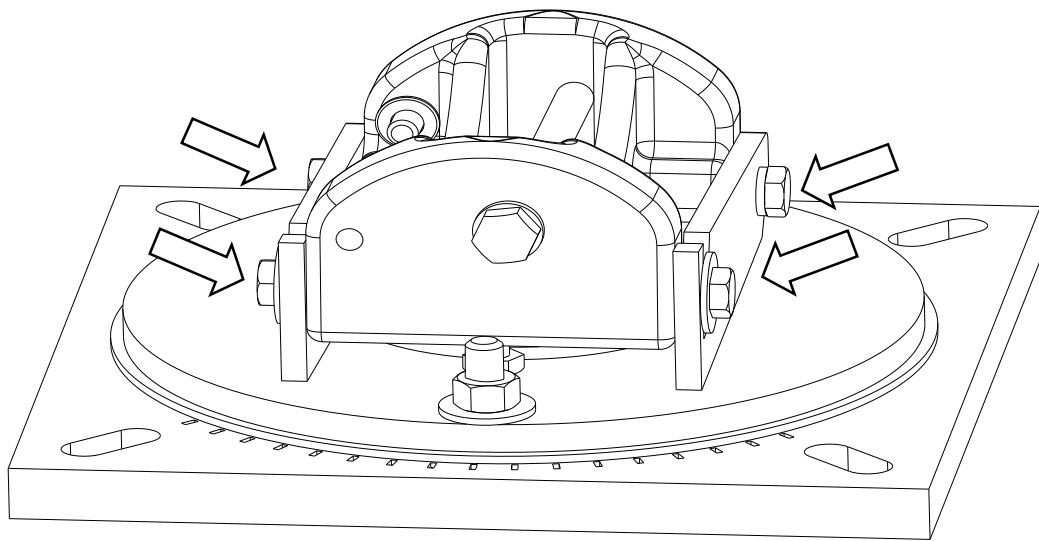

Fig.8
Per vari motivi l'asse del piattello, durante la traiettoria, potrebbe non essere perpendicolare al piano orizzontale (A). Per correggere tale inconveniente la base d'appoggio in fig.8 è dotata di un sistema di regolazione. Allentare le quattro viti indicate in figura 8 ed inclinare dell'angolo richiesto la macchina verso la direzione desiderata, ovvero nel caso di un lancio con piattello inclinato verso sinistra, inclinare verso destra e viceversa.